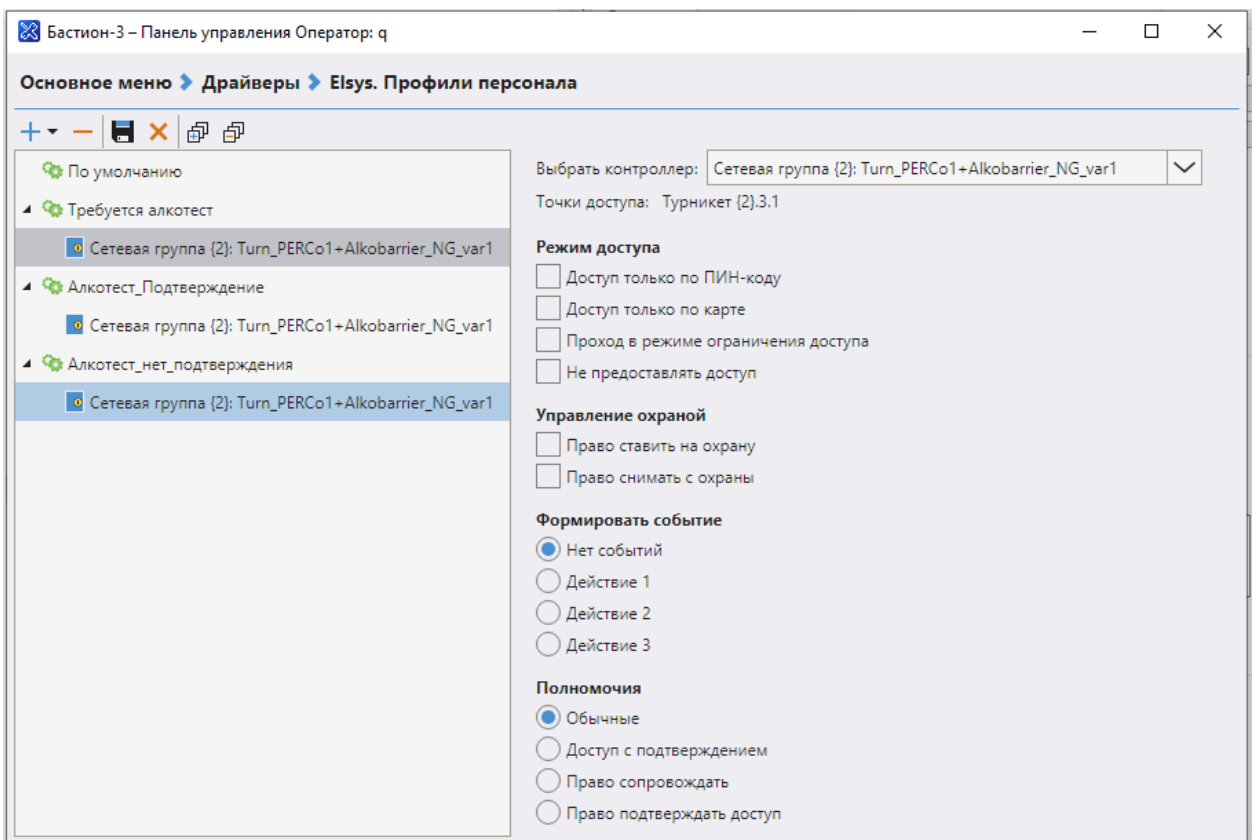

Рис. 3. Профиль для пропусков без права подтверждения доступа
- для пропусков без права подтверждения доступа (рис. 3).